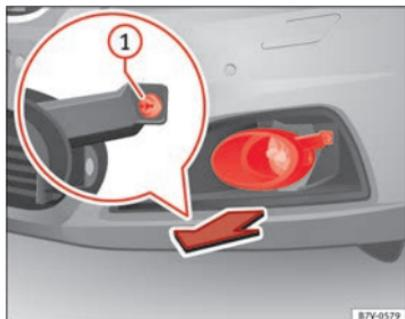

Abb. 210 Im Stoßfänger vorn rechts: Scheinwerfer ausbauen.
2. Abdeckung in Pfeilrichtung nach vorn ziehen ⇒ Abb. 210.
3. Befestigungsschraube ⇒ Abb. 210 ① mit dem Schraubendreher aus dem Bordwerkzeug herausdrehen ⇒ Seite 339.
11. Befestigungsschraube ⇒ Abb. 210 ① mit dem Schraubendreher festdrehen.
12. Abdeckung in den Stoßfänger einsetzen ⇒ Abb. 210.